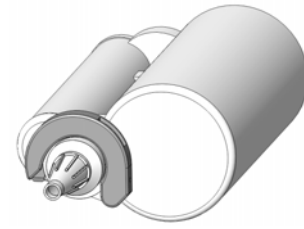

Bild 4
3. Arretieren Sie die aufgesetzte Mischkanüle mit Hilfe des Verschlussbügels indem Sie ihn entlang seiner Führung bewegen bis er die Mischkanüle umschließt und den Anschlag erreicht hat. (Bild 4)